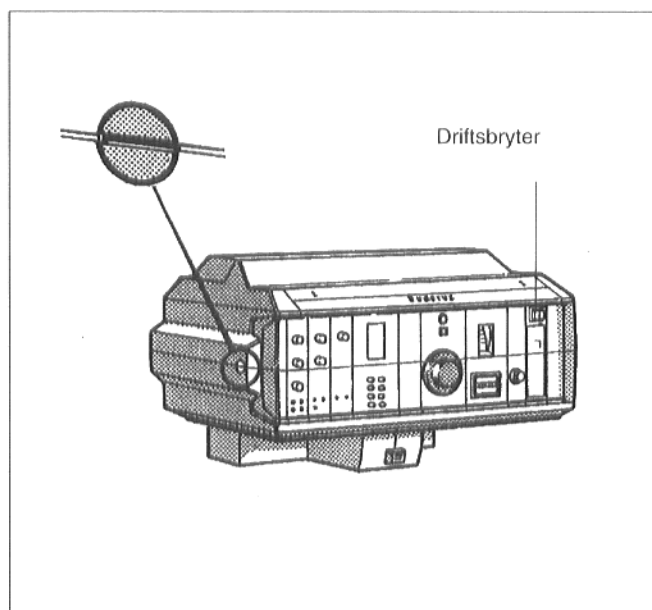

Fig. 56
- Skrueslissen på det gjennomsiktige dekselet til kontrollpanelet (fig. 56) settes i vannrett stilling, f.eks. med en mynt. Det gjennomsiktige dekselet tas av fremover.
- Driftsbryteren (fig. 56) på kontrollpanelet settes i stilling 0.